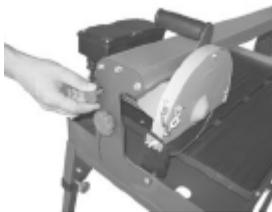

Рис.2
6.6. Удалить транспортный фиксатор.см.рис.2